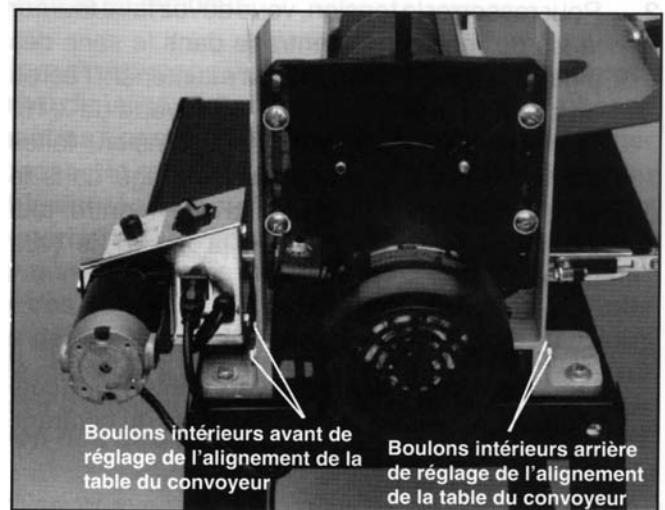

Figure 13
1. Desserrer les deux boulons de réglage avant et les deux arrière, comme indiqué sur la figure 13, ce qui permet de faire pivoter l'assemblage complet du tambour.